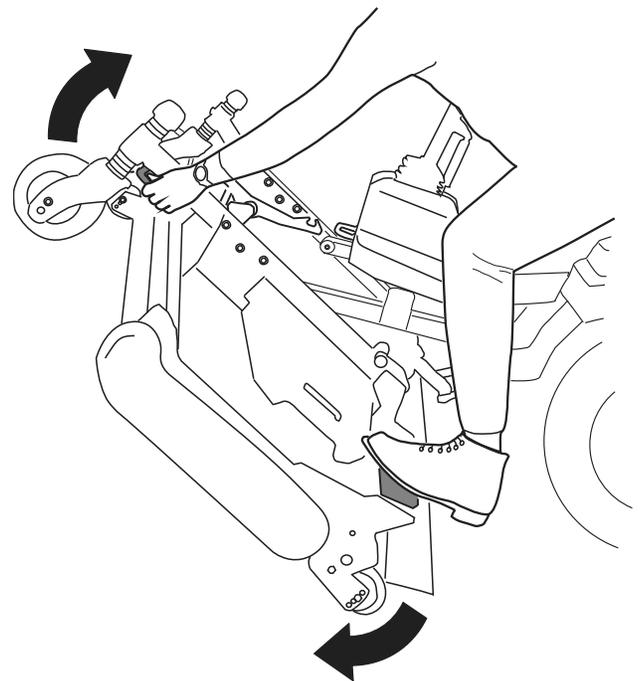
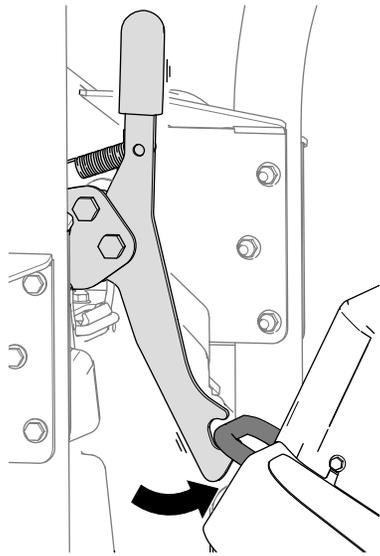
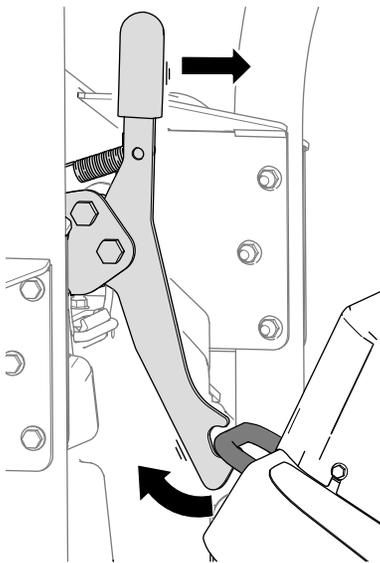

图 39
图 40
图 41
5. 旋转滚刀组图 39使门锁与栓系支架结合图 40。
1. 轻微向前转动滚刀组请参阅图 39 并将门锁手柄向前拉从栓系支架松开滚刀组门锁图 41。